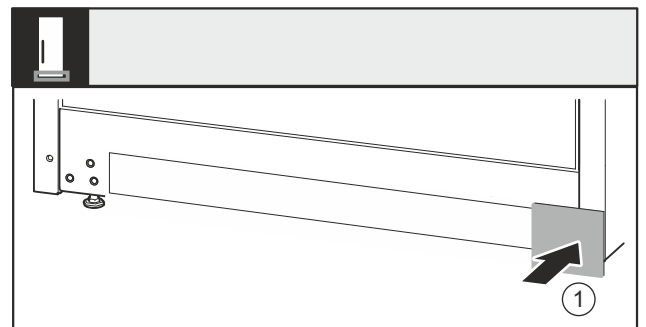

Fig. 26
- Abdeckung Fig. 26 (1) auf der anderen Seite wieder aufsetzen.